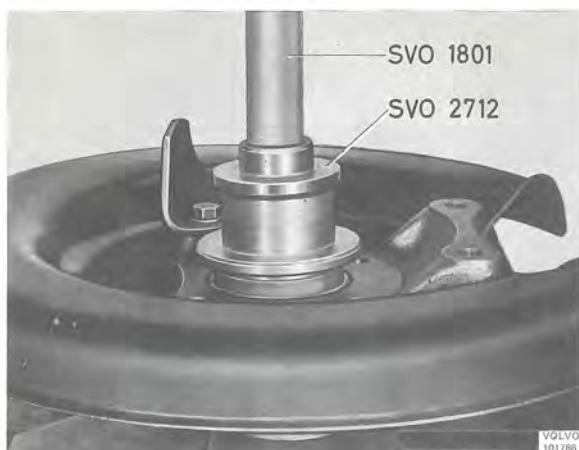

Bild 23. Montering av yttre tättningsring
10. Driv den nya tätningsringen i bromshållaren (justermuttern) med dorn SVO 2712, bild 23. Fyll utrymmet mellan tätningsläpparna med fett.